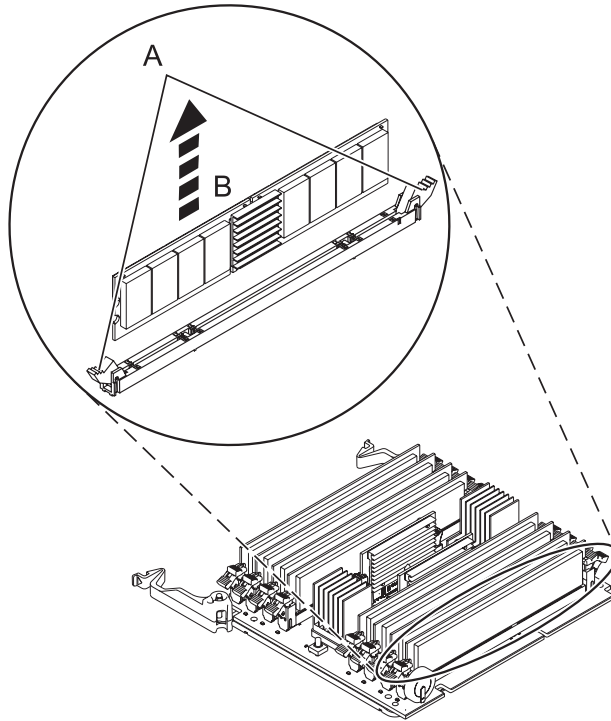

Figure 20. Retrait d'un module de mémoire
11. Déverrouillez le du module de mémoire en poussant les taquets de verrouillage (A) afin de les mettre en position ouverte (voir la figure 20, à la page 28). Soulevez le module de mémoire (B) pour le sortir du connecteur. La pression exercée sur les taquets force le module à sortir du connecteur.